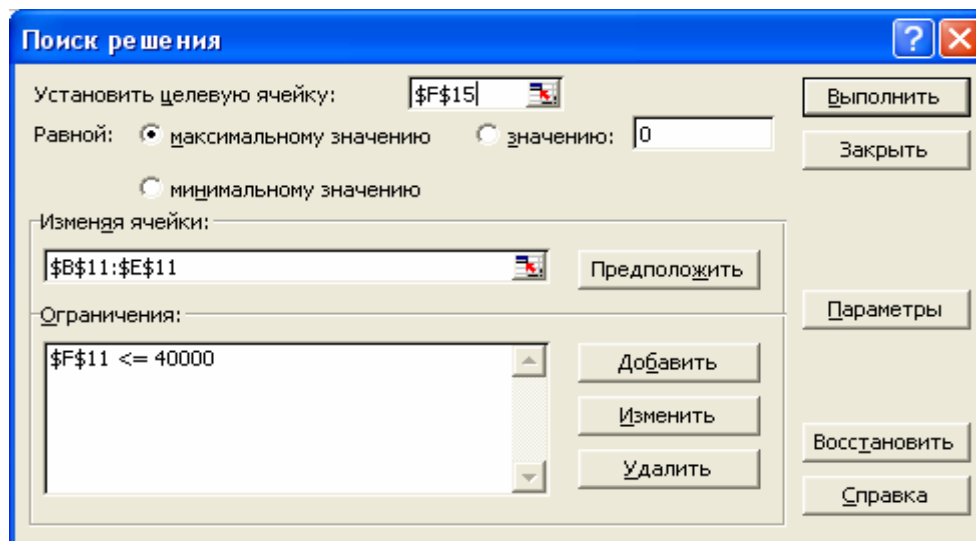

Рис. 6. Заполненное диалоговое окно Поиск решения
8. Нажмите кнопку **ОК**. В результате появится заполненное диалоговое окно **Поиск решения** (Solver Parameters) (рис.6).